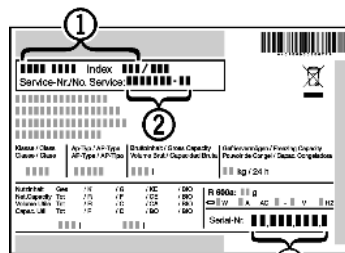

Fig. 53
- ▶ Считать обозначение устройства *Fig. 53 (1)*, сервисный номер *Fig. 53 (2)* и серийный номер *Fig. 53 (3)* с заводской таблички. Заводская табличка находится внутри устройства слева.